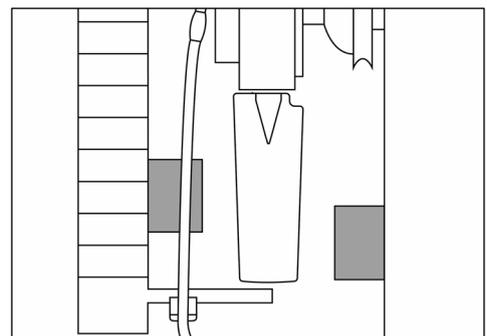

Fig. 34
- 30) Certifique-se de que as pás não colidem com nenhum objeto na frente ou atrás do ventilador quando estão na posição transversal (distância mínima de 5 mm (0,196") / ver Fig. 34).